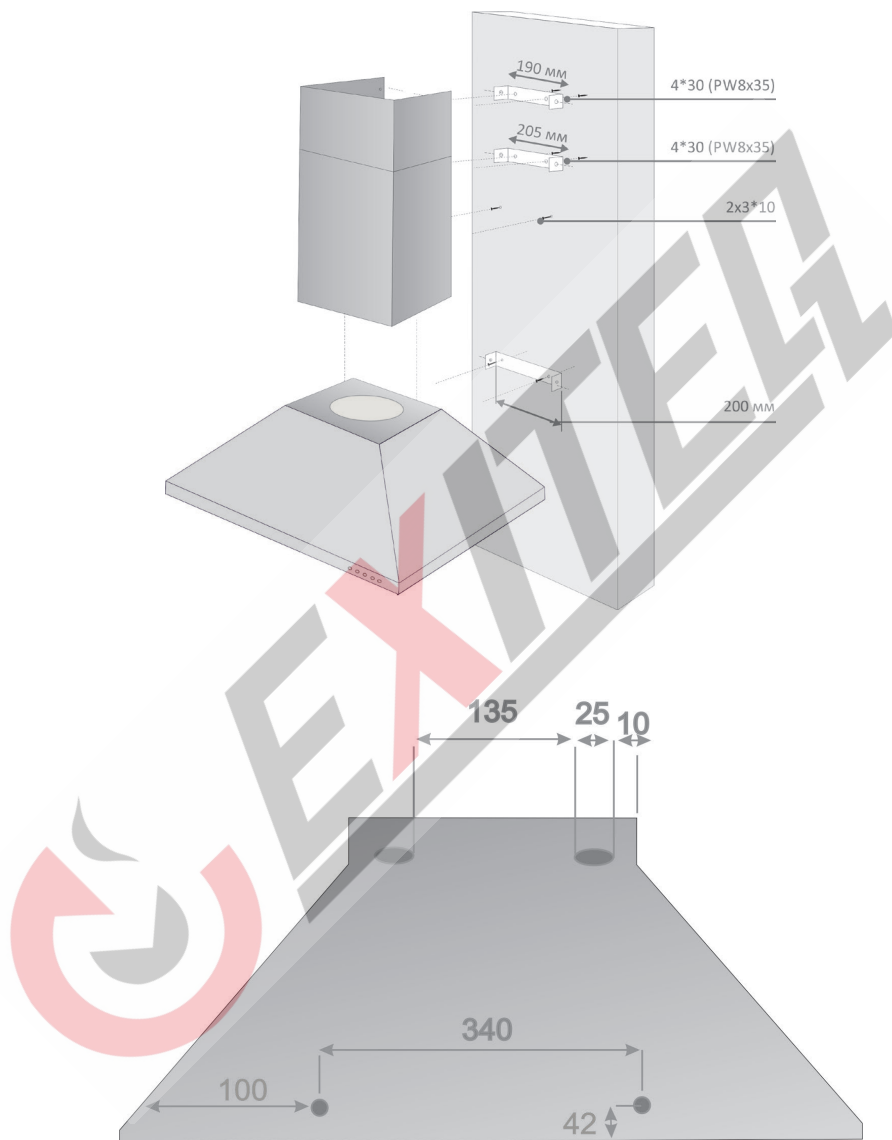

Рис. 8 Схема монтажа вытяжки
При навешивании вытяжки, перед установкой необходимо дополнительно 4 отверстия диаметром 8 мм, чтобы закрепить кронштейн болтами и дюбелями, идущими в комплекте. (Рис. 8)
2. Просверлите отверстия по отметкам (8*40 мм). Вставьте дюбеля. Поставьте изделия и зафиксируйте саморезами (4*30 мм). (Рис.8)